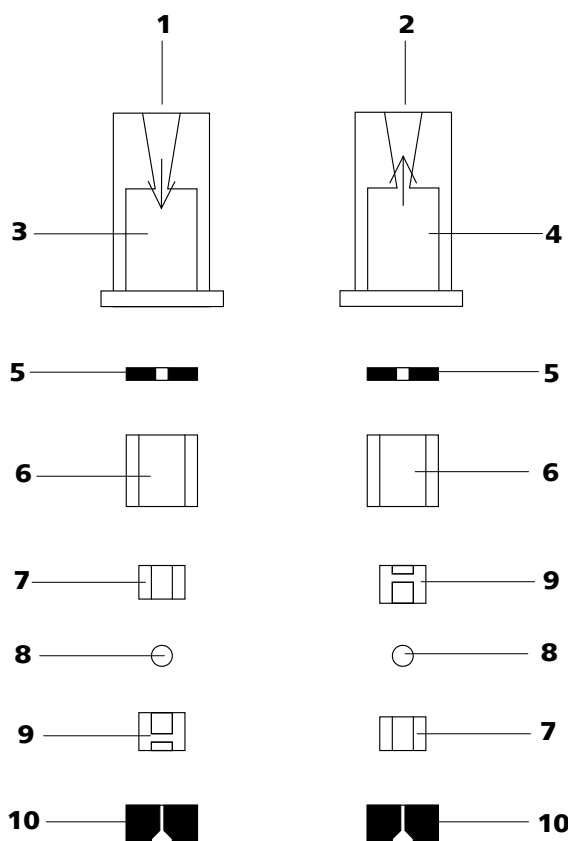

Abbildung 41 Bestandteile von Einlassventil und Auslassventil
- Einlassventil und Auslassventil bestehen aus den gleichen Bestandteilen, die nur unterschiedlich angeordnet sind (*siehe Abbildung 41, Seite 76*).
Ventilbestandteile *gemäss Abbildung 41, Seite 76* wieder zusammensetzen.
- Die übrigen Ventilbestandteile in der richtigen Reihenfolge (*siehe Abbildung 41, Seite 76*) aufeinander legen.
Ist dies nicht der Fall, muss das Ventil nochmals zerlegt und richtig zusammengesetzt werden (*siehe Abbildung 41, Seite 76*).